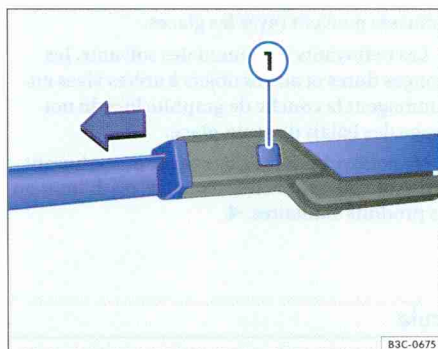

Fig. 166 Remplacement des balais d'essuie-glace avant.
- Maintenez la touche de déverrouillage ⇒ fig. 166 ① enfoncée et retirez simultanément le balai d'essuie-glace dans le sens de la flèche.